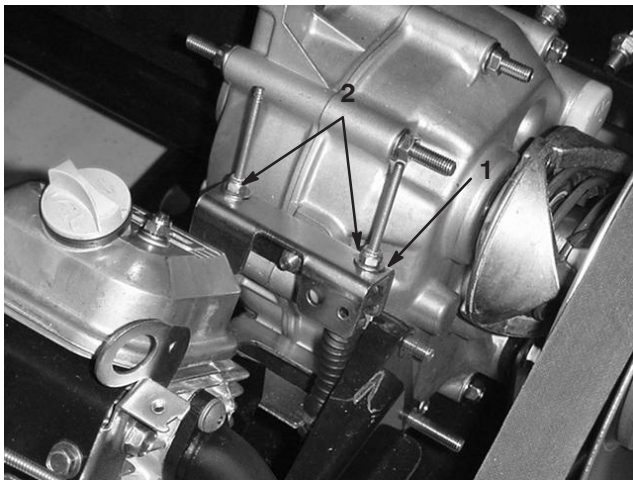

Bild 25
Wenn Sie regelmäßige Wartungsarbeiten und/oder eine Motordiagnostik durchführen, müssen Sie die Antriebsachse zunächst in den Leerlauf schalten (Bild 25). Der Schalthebel weist eine Leerlaufstellung auf, die den Leerlauf der Antriebsachse bestimmt. Treffen Sie die folgenden Maßnahmen, um sicherzustellen, dass der Schalthebel in der Leerlaufstellung die Antriebsachse auch richtig auf Leerlauf schaltet:
2. Achten Sie darauf, dass die Leerlaufhalterung in der Leerlauf-Stellung (Hebel) ist. Drehen Sie hierfür die Antriebskupplung (Bild 25). Das Fahrzeug sollte nicht vorwärts- oder rückwärtsrollen. Wenn sich das Fahrzeug bewegen lässt, schieben Sie die Leerlaufhalterung in die Leerlauf-Stellung.
3. Ziehen Sie eine der Sicherungsmuttern (Bild 25) nur so weit fest, dass das Spiel aus dem Schaltzug entfernt wird.